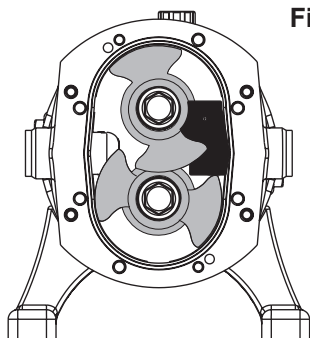

Fig. 3
21. Placér rotorlås i henhold til fig. 3 og 11 og spænd møtrikken (50) indtil der ikke er slup i lejesamlingen.
22. Afmonter rotor (35) fra akslen (38,39) som beskrevet i afsnit 4.2
24. Kontrollér at det løbende moment på både drivaksel (38) og dreven aksel (39) er som angivet i tabellen i afsnit 6.1. Opmål gyldig drejningsmoment uden læbetætninger. Lejerne skal under målingen være smurt med WD40. Kontrollér, at akslerne kan dreje frit.
26. Bøj tappet på spændskiven (49).
27. Monter låsering (51), afstandscylinder (52) og tandhjulfeder (40) på akslerne (38,39).
28. Monter tandhjul (54) som beskrevet i afsnit 4.6.1
29. Monter olietætningsplade (10) med læbetætninger (42) som beskrevet i afsnit 4.7.1 og rotorhus (9) som beskrevet i afsnit 4.3.1.
30. Monter rotor (35) som beskrevet i afsnit 4.2.1. Kontrollér, at statorringene (D) og O-ringene (C) er på plads i rotorhuset (9). Kontrollér akseltætninger (B,D) for urenheder/ridser.
31. Monter tandhjulskappe (26) som beskrevet i afsnit 4.4.1.